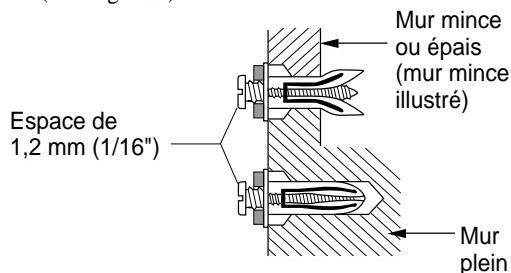

Figure 9 - Serrage des chevilles
- Serrez les deux vis jusqu'à ce qu'il reste un espace de 1,6 mm (1/16") (l'épaisseur d'une pièce de 1 cent) entre le mur et les têtes des vis (voir figure 9).